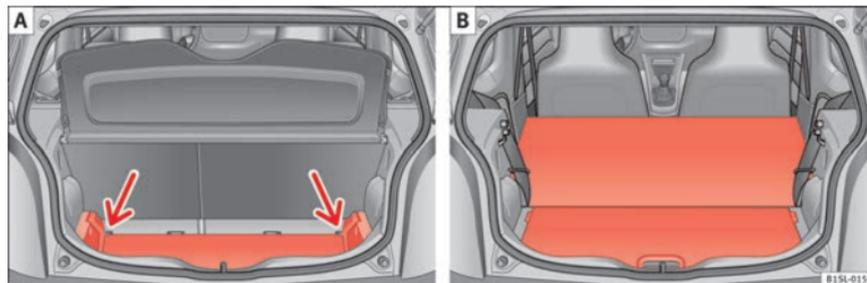

Fig. 70 C: ampliar el maletero hacia abajo D: ampliar el maletero hacia delante.
- Levante el piso del maletero y empujelo hacia abajo en la guía ⇒ fig. 70 C (flechas)